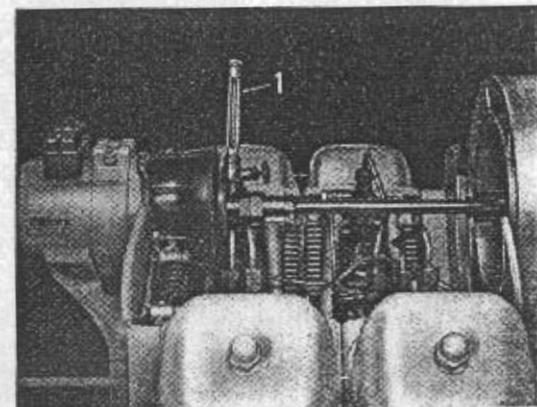

Bild 22. Förderbeginnprüfer (Kapillarröhrchen) auf Schraubstutzen aufschrauben
- d) Förderbeginnprüfer (Kapillarröhrchen) auf Schraubstutzen der Einspritzpumpe aufschrauben und Motor so lange durchdrehen, bis das Glasröhrchen zum Teil mit Kraftstoff gefüllt ist (Bild 22).